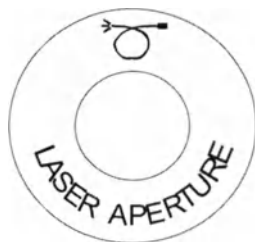

Рис. 18. Знак-указатель точки выхода лазерного луча.
3. На рис. 18 показан символ, обозначающий точку выхода лазерного луча и тип соединения.